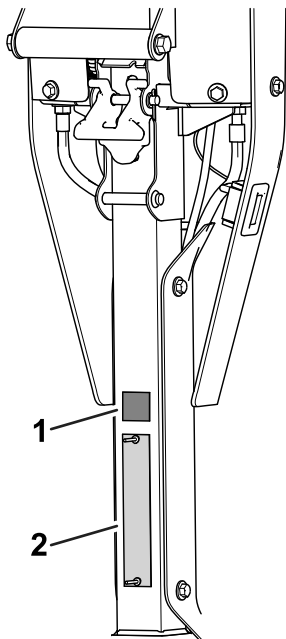

Figura 10
- Coloque la pegatina CE/UKCA debajo de la placa del número de serie (Figura 10).